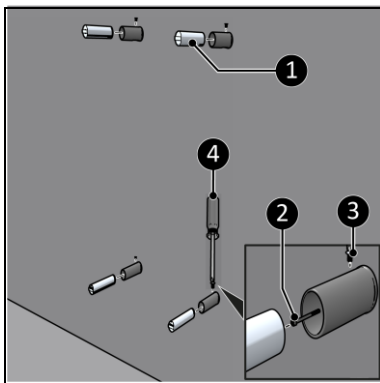

Figura 8
7. Fixați cele patru suporturi exterioare de perete cu șuruburi autofiletante (Figura 8, poz. 2) în cele patru diabluri.
8. Atașați cele patru suporturile interioare de perete (Figura 8, poz. 1) la suporturile exterioare de perete cu șuruburile mici (Figura 8, poz. 3) folosind o șurubelniță Phillips (Figura 8, poz. 4).